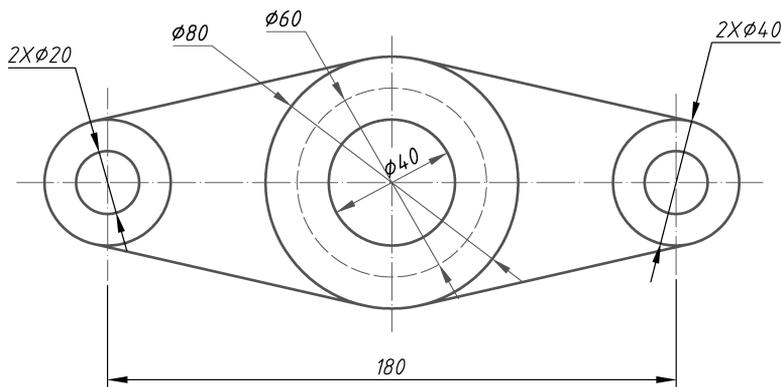

图 1-48 练习 1-4
(1) 启动 AutoCAD 后, 设置图形界限为  $210 \times 297$ , 打开栅格并启用栅格捕捉, 观察图形窗口栅格的间距和十字光标移动的最小距离。然后, 将栅格的间距设置为 20, 捕捉间距设置为 5, 并观察图形窗口栅格的间距和十字光标移动的最小距离与没有改变设置前有什么不同。
(2) 首先建立新的图形文件, 然后设置适当的栅格间距和捕捉间距, 打开栅格和栅格捕捉及正交, 最后在绘图窗口直接用鼠标定点的方式绘制一个长 90、宽 60 的矩形。
(3) 首先建立新的图形文件, 设置适当的图形界限, 按尺寸绘制出如图 1-48 所示的平面图形(不要求标注尺寸但要求各种线型正确)。绘制完成后, 将该图命名为“练习 1-4”并保存。